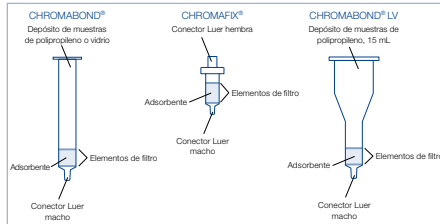

Figura 2: Opciones de hardware para los cartuchos CHROMABOND® y CHROMAFIX®
MACHEREY-NAGEL suministra estos colectores en dos versiones diferentes, con capacidad para hasta 12 o 24 columnas CHROMABOND® o cartuchos CHROMAFIX®, respectivamente (Figura 2). Los colectores constan de una cámara rectangular de vidrio (1) con un manómetro de vacío (3) y una tapa de polipropileno (2), en la que se pueden colocar las columnas o los cartuchos. Mediante la válvula de control (4) se puede regular el vacío en la cámara y leerlo en el manómetro. Las válvulas o llaves de paso (5) sustituibles de la tapa permiten controlar, en caso necesario, individualmente el vacío de cada columna de extracción en fase sólida.